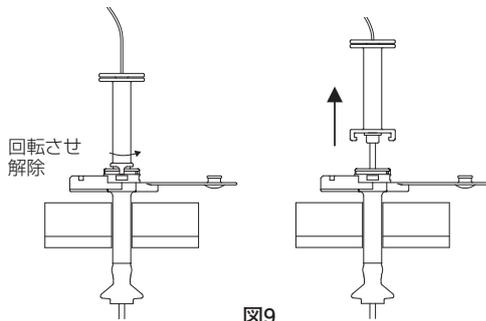

図9
- \* 6. オブチュレータを回転させ、ボタンとの固定を解除したのち、オブチュレータとガイドワイヤを抜去する。(図9)